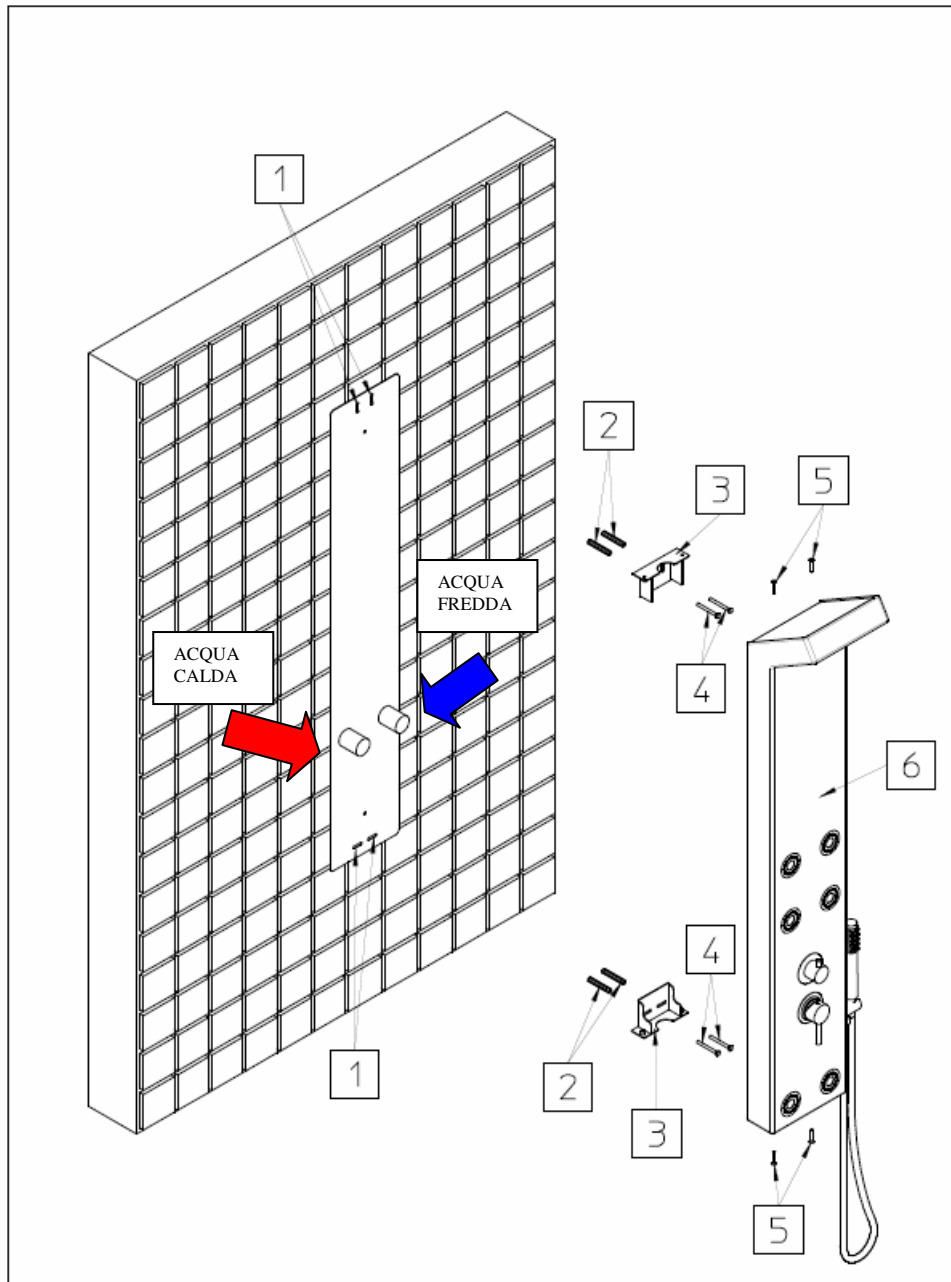

Figura 3. – Montaggio Colonna Doccia.
1- CON RIFERIMENTO ALLA FIGURA 3, PROCEDERE ALL'INSERIMENTO A MURO DEI 4 TASSELLI (2) FORNITI IN DOTAZIONE;